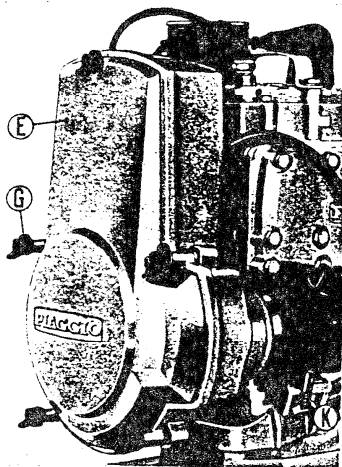

Fig. 13
a) - Retirer le couvercle « E » (fig. 13) agissant (sans les démonter du couvercle même) sur les vis papillon « G » et porter la clé du commutateur « C » dans la position de marche (position 2 fig. 11).
Pour faire cela ôter le couvercle AV. « E » (fig. 13) de la boîte des dispositifs d'allumage et couronne de démarrage, dévissant les vis sans les ôter.
— Ôter le bouchon (« K » fig. 13) de la coiffe.